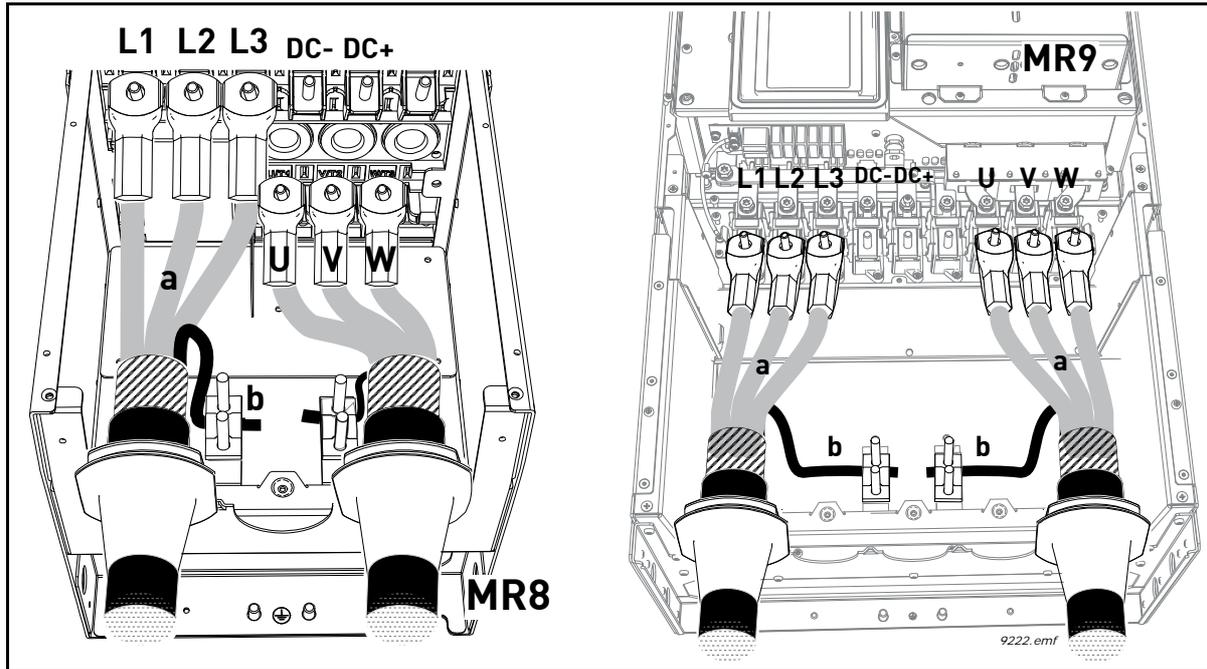

Abbildung 34.
- Verdrillen Sie die übrigen Kabelabschirmungen aller Kabel, und stellen Sie eine Schutzleitung mithilfe einer Klemme aus dem *Zubehör* her (siehe Abbildung 34).